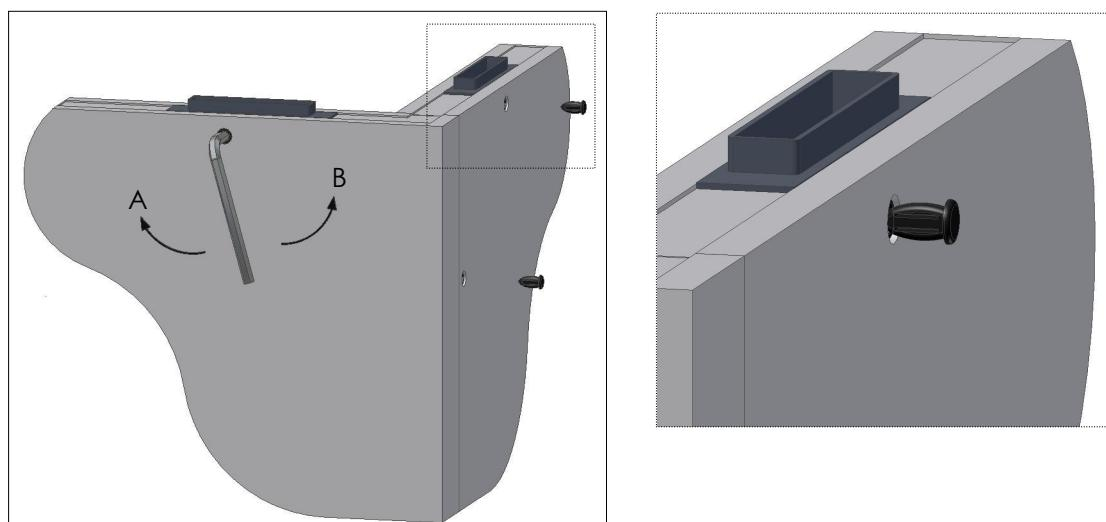

Fig. 11
- Tourner le tourne vis dans le sens des aiguilles d'une montre jusqu'à ce que ça s'arrête (Fig.11 – Position **A**);
- Tourner le tourne vis dans le sens contraire jusqu'à serrer. (Fig.11 – Position **B**)
➤ Après avoir serré, placer les **caches** dans les trous (Fig. 11).